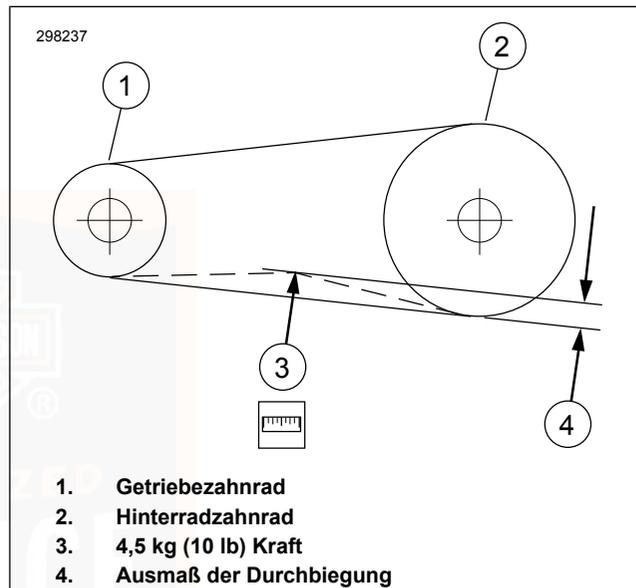

Abbildung 52. Riemendurchbiegung überprüfen
- Den O-Ring (4) zur Null-Markierung (3) schieben.
- Die Riemenhalterung (2) gegen die Unterseite des Antriebsriemens auf halbem Wege zwischen den Antriebsriemenscheiben anordnen.
- Den Knopf (6) nach oben drücken, bis der O-Ring nach unten auf die Markierung 4,54 kg (10 lb) (5) rutscht; dort festhalten.
4. Siehe Abbildung 52. Bei stillgehaltenem Messgerät Riemendurchbiegung (4) messen.